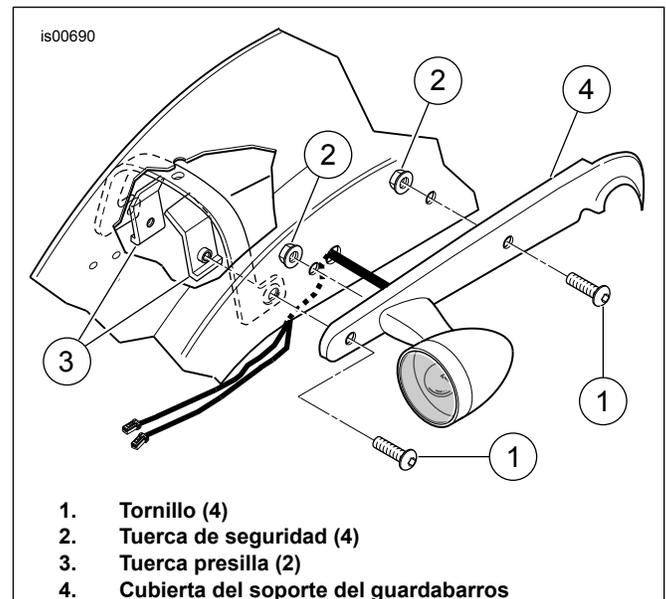

Figura 1. Extracción del soporte del guardabarros trasero
3. Vea la Figura 1. Extraiga y deseche los tornillos con cabeza de botón delanteros y traseros (1), las tuercas de seguridad (2) y la tuerca presilla del guardabarros (3) de las cubiertas del soporte derecho e izquierdo del guardabarros trasero (4).